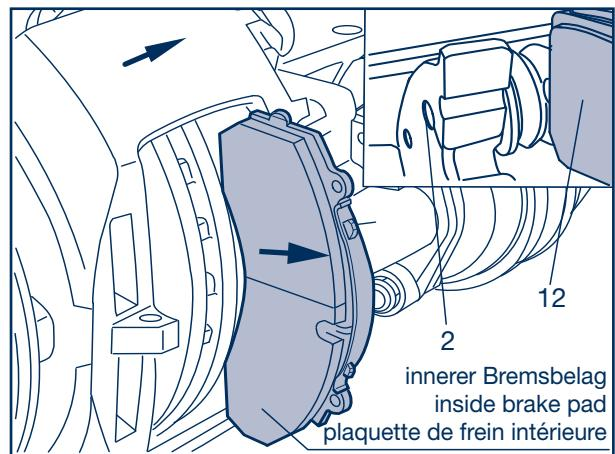

Fig. 6
- [8] Der innere Bremsbelag wird über die Führungsnasen im Bremsträger (2) geführt (Fig. 6).
- [10] Inneren Bremsbelag (12) in Richtung Bremszylinder schieben bis dieser aus den Führungsrollen des Bremsträgers (2) herausgeschoben werden kann. Jetzt kann der innere Bremsbelag (12) aus dem Belagschacht gezogen werden.
Bei eingelaufener Bremsscheibe sind die neuen Beläge an Innen- und Außenradius (Pfeil, Fig. 6) anzufasen ($4 \times 45^\circ$).
- [15] Inneren Bremsbelag einsetzen. Der innere Bremsbelag wird über die Führungsnasen in den Führungsrollen des Bremsträgers (2) geführt (Fig. 6).
- [8] The inside brake pad is held in place by the guide lugs in the brake anchor plate (2) (Fig. 6).
- [10] Push the inside brake pad (12) towards the brake cylinder until it can be pushed out of the guide grooves in the brake anchor plate (2). Now the inside brake pad (12) can be pulled out of the pad cavity.
If the brake disc is worn, the inner and outer radius of the new linings (arrow, Fig. 6) must be chamfered ($4 \times 45^\circ$).
- [15] Insert the inner brake pad. The inner brake pad is guided by the guide lugs in the guide grooves of the brake anchor plate (Fig. 6).
- [8] La garniture de frein intérieure est guidée par les taquets de guidage dans le support de frein (2) (fig. 6).
- [10] Pousser la garniture de frein intérieure (12) en direction du cylindre de frein jusqu'à ce qu'elle puisse être retirée des gorges de guidage du support de frein (2). Retirer alors la garniture de frein intérieure (12) de son logement.
Dans le cas de disques de frein rodés, les nouvelles plaquettes (flèche, Fig. 6) doivent être biseautées aux rayons intérieurs et extérieurs ($4 \times 45^\circ$).
- [15] Insérer la garniture de frein intérieure. La garniture de frein intérieure est guidée par les taquets de guidage dans les gorges de guidage du support de frein (fig. 6).